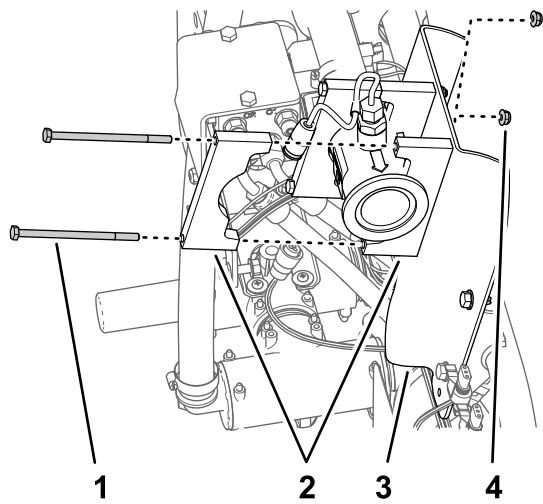

Bild 75
- Fluchten Sie zwei Stützklemmenhälften zwischen dem Durchflussmessgerät und der Halterung für das Durchflussmessgerät aus und fluchten Sie die Löcher in den Klemmenhälften mit den Löchern in der Halterung aus (Bild 75).
4. Fluchten Sie eine Stützklemmenhälfte an der Rückseite des Durchflussmessgeräts mit einer der Klemmenhälften aus, die Sie in Schritt 3 montiert haben (Bild 75).
5. Befestigen Sie das Paar der Klemmenhälften mit zwei Schrauben (1/4" x 4-1/2") und zwei Sicherungsmuttern (1/4") an der Halterung für das Durchflussmessgerät (Bild 75).